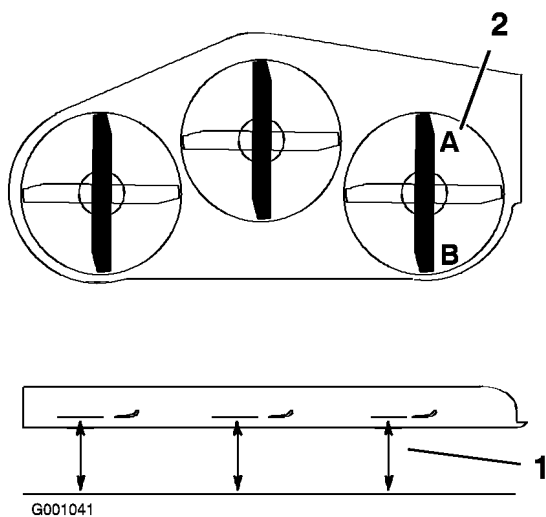

Bild 69
- Stellen Sie das **rechte** Schnittmesser in Längsrichtung (Bild 69).
2. Messen Sie das rechte Messer an der Stelle **A** von einer ebenen Oberfläche bis zur Schnittkante der Messer (Bild 69).
4. Messen Sie das rechte Messer an der Stelle **B** von einer ebenen Oberfläche bis zur Schnittkante der Messer (Bild 69).
6. Das Schnittmesser sollte an Stelle **A** 6 mm bis 10 mm niedriger sein als an Stelle **B** (Bild 69). Sollte die Einstellung nicht richtig sein, machen Sie mit den folgenden Schritten weiter.